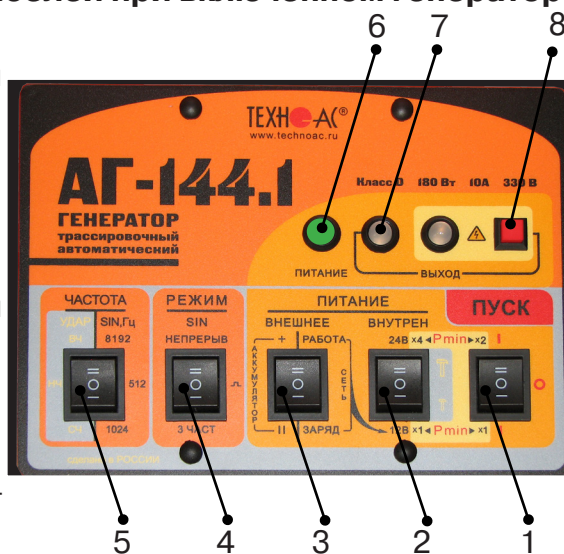

рис. 3.3
Включить питание клавишей включения питания поз. 1 **рис. 3.3** в одно из положений «I», в зависимости от выбираемой мощности. При свечении индикатора «Питание» поз.6 желтым цветом следует зарядить внутренние аккумуляторы, свечение зеленым цветом - можно приступать к работе.
1) Открыть крышку. Выбрать переключателем «ЧАСТОТА» поз. 5 **рис. 3.3** необходимую частоту синусоидальной генерации (512 / 1024 / 8192Гц).
2) Выбрать переключателем «РЕЖИМ SIN» поз. 4 **рис. 3.3** необходимый вид синусоидальной генерации (непрерыв//3част).
Переключатель поз.3 **рис. 3.3** установить в положение «работа».
Переключателем напряжения внутреннего питания поз.2. **рис. 3.3** установить первый коэффициент выбора мощности генерации.
4) Включить питание клавишей включения питания поз.1 **рис.3.3** в положение соответствующее второму коэффициенту выбора мощности
5) Начнется генерация и автосогласование с постепенным возрастанием напряжения на выходе. Здесь следует наблюдать за цветом индикатора «ВЫХОД» поз.7 **рис.3.3**. Если автосогласование закончилось зеленым свечением – заданная мощность достигнута. Если желтым – сопротивление нагрузки слишком велико для заданной мощности при выходном напряжении ограниченном «по умолчанию» на «безопасном» уровне 24 В.
1) Выключить питание генератора клавишей включения питания поз.1 **рис.3.3**, установив ее в положение «0».